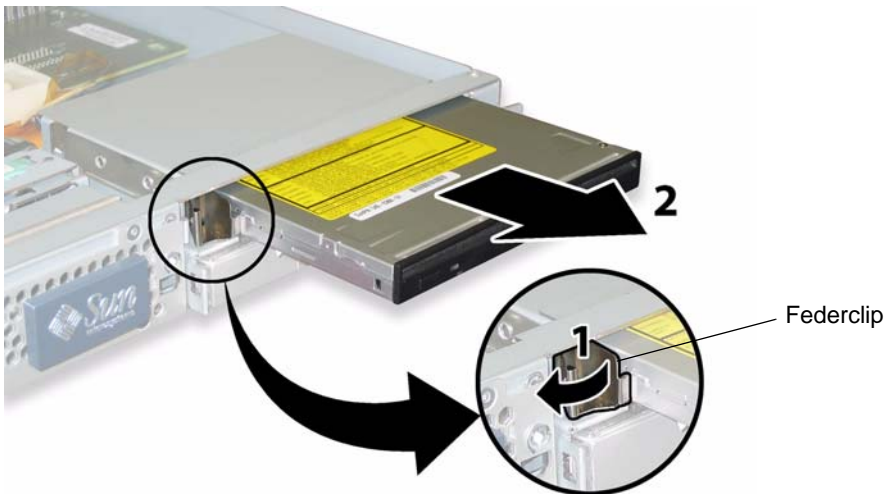

ABBILDUNG 3-37 Ausbauen des DVD-ROM-Laufwerks
- a. Ziehen Sie den Federclip auf der Vorderseite des DVD-ROM-Laufwerks nach links, und halten Sie ihn in dieser Position. Siehe **ABBILDUNG 3-37**.